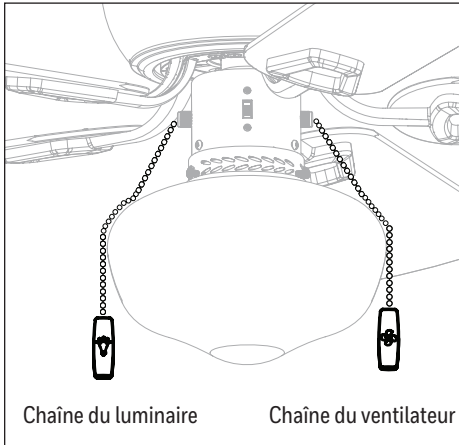

Figure 5.1
1. La chaîne du ventilateur offre quatre réglages de la vitesse du ventilateur. Tirez une fois pour une vitesse ÉLEVÉE, deux fois pour une vitesse MOYENNE, trois fois pour une vitesse FAIBLE et quatre fois pour ÉTEINDRE le ventilateur. La chaîne du luminaire offre deux réglages d'éclairage : ALLUMER et ÉTEINDRE (Figure 5.1).